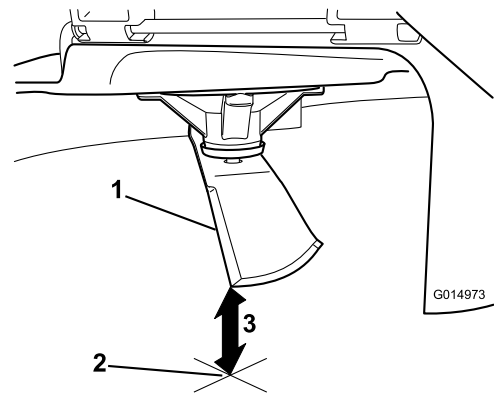

Figure 100
3. Mesurez la distance entre la pointe de la lame et la surface plane (Figure 100).